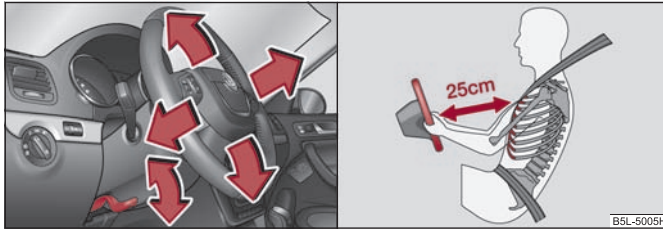

Fig. 105 Volan reglabil: Maneta de lângă coloana volanului / Distanța sigură față de volan
- Îndreptați maneta de sub volan, în jos ⇒ fig. 105 - stânga ⇒ ⚠.
- Între șofer și volan trebuie să existe o distanță de cel puțin 25 cm ⇒ fig. 105. Dacă nu se respectă această distanță, sistemul airbag nu își poate exercita eficiența maximă – Pericol!